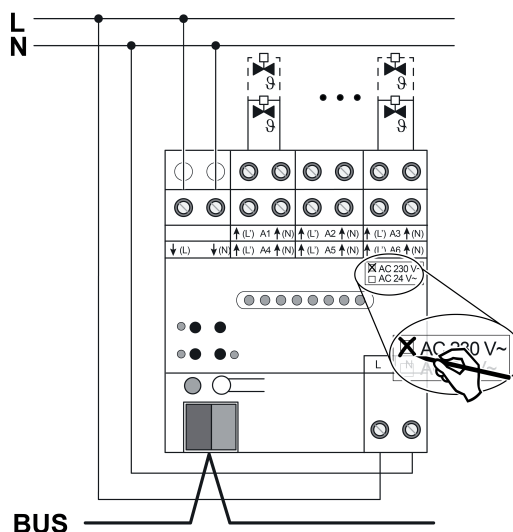

Рисунок 3: Подключение сервоприводов 230 В
- Сервоприводы 230 В пер. тока подключать согласно схеме подключений (рисунок 3).